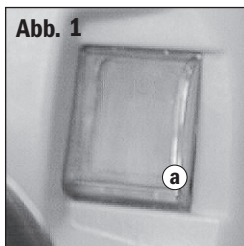
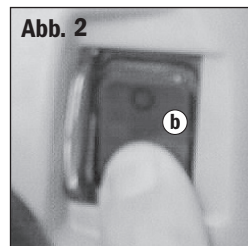

Abb. 1
Abb. 2
Der Freigabeschalter (a) verhindert, dass das Gerät versehentlich eingeschaltet werden kann (Abb. 1). Er muss ausgerastet werden, bevor der Rauter eingeschaltet werden kann. Die Abdeckung bleibt so lange offen, bis das Gerät ausgeschaltet wird (Abb. 2).
1. Den Hauptschalter ausschalten so dass der Freigabeschalter (a) einrastet (**Abb. 1**). (Bei der Arretierung des Spanners verriegelt sich der Verschluss.)